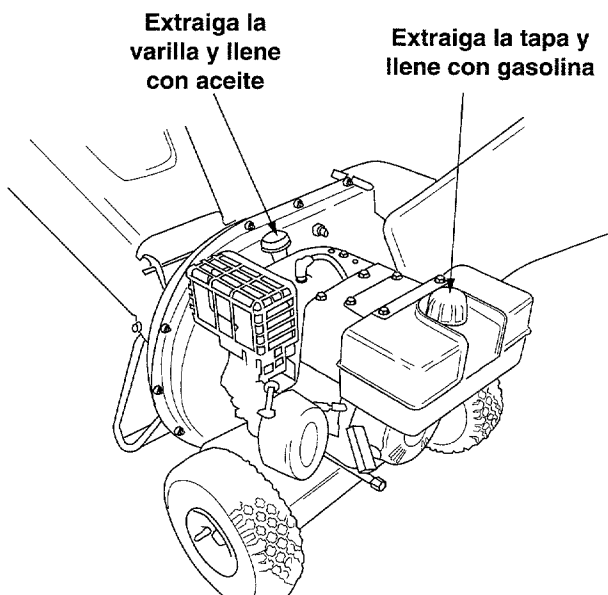

Figura 9
- Extraiga la varilla. Vea la figura 9.
- Llene el tanque de combustible con gasolina fresca y libre de plomo, para automotores. NO use etilo ni gasolina de alto índice de octano. Vea la figura 9.